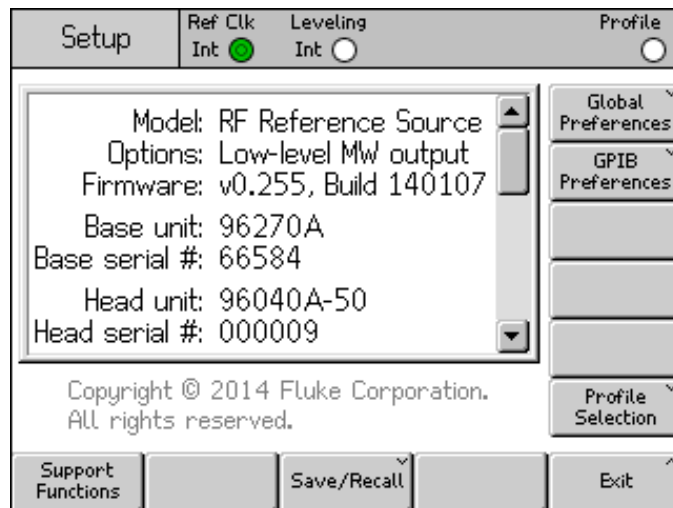

图 3-19. 仪器设置屏幕
1. 按 **SETUP** 键显示仪器“设置”屏幕。参见图 3-19。
- 按“返回”功能键以保存“全局首选项”设置，并返回图 3-19 所示的仪器“设置”屏幕。